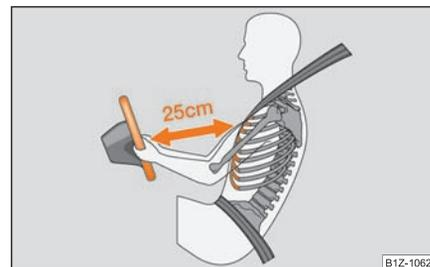

Fig. 148 Distancia de seguridad con respecto al volante
- **Es importante que el conductor y el acompañante mantengan una distancia mínima de 25 cm con respecto al volante o al tablero de instrumentos ⇒ fig. 148. Si no respeta la distancia mínima, el sistema de airbag no podrá protegerle - ¡Peligro de muerte! Además, los asientos delanteros y los respacabazas siempre deben estar correctamente ajustados a la estatura del ocupante.**